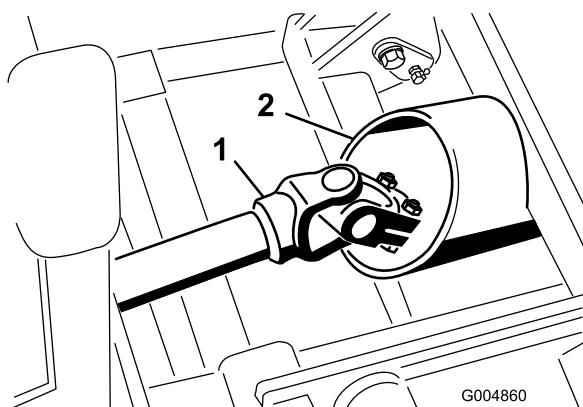

Figure 109
20. Roulez le cadre d'hiver en position avec précaution tout en faisant passer l'arbre d'entraînement par le tube du cadre (Figure 109).